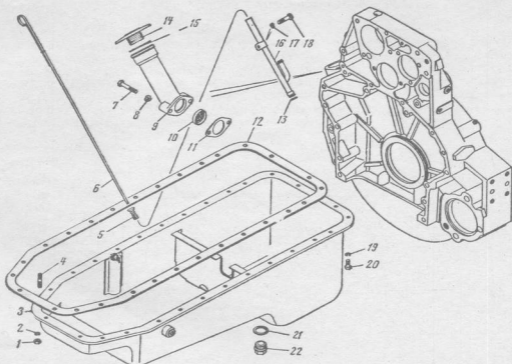

Рис. 15. Картер масляный блока цилиндров:
40. Вынуть указатель уровня масла 6 (Рис. 15) с уплотнителем 5 в сборе из блока цилиндров.
45. Отвернуть гайки 1 (Рис. 15) с шайбами 2 шпилек крепления и болты 20 с шайбами 19 крепления поддона картера двигателя, снять поддон 3 картера двигателя и прокладку 12 поддона. (Головка сменная 13 мм, ключ с присоединительным квадратом, лопатка для снятия прокладок).